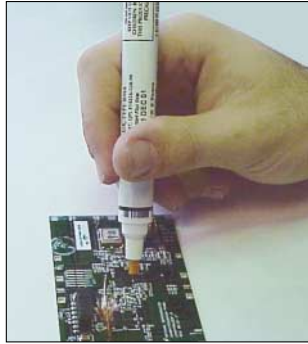

Bild 8: Aufbringen von Flussmittel auf die Leiterplatte
► Dazu ist das Flussmittel auf die Anschlussflächen der Leiterplatte und die Unterseite des Bauteils aufzubringen. Mehr als eine dünne (aber sichtbare) Flussmittelschicht ist nicht notwendig (Bild 8 und 9).